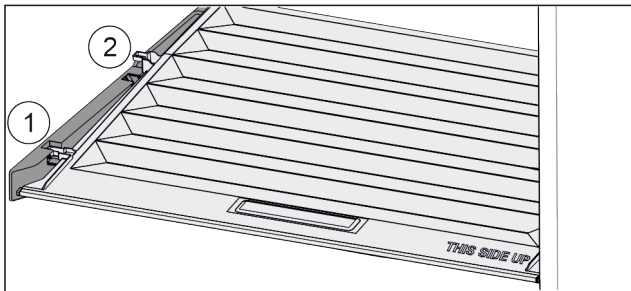

Fig. 42
- ▶ Tirer le couvercle vers l'avant dans l'orifice des pièces de retenue Fig. 42 (1).
- ▶ Le soulever par le bas à l'arrière et le sortir par le haut Fig. 42 (2).